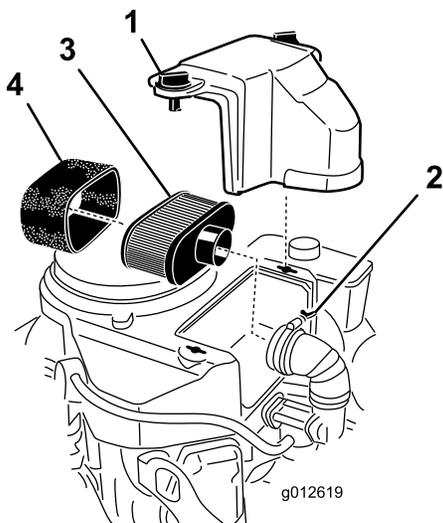

Bild 41
3. Reinigen Sie den Bereich um den Luftfilter herum, um zu verhindern, dass Schmutz in den Motor fällt und Schäden verursacht (Bild 41).
4. Schrauben Sie die Handräder los und entfernen Sie die Luftfilterabdeckung (Bild 41).
5. Schrauben Sie die Schlauchklemme los und entfernen Sie die Luftfilterabdeckung (Bild 41).
6. Ziehen Sie den Schaumeinsatz vorsichtig vom Papiereinsatz (Bild 41).
Hinweis: Wechseln Sie das Papierelement aus, wenn es sehr schmutzig ist (Bild 41).
1. Schieben Sie das Schaumelement vorsichtig auf das Papierluftfilterelement (Bild 41).
2. Schieben Sie den Luftfilter auf das Luftfilterunterteil oder den Schlauch und befestigen ihn (Bild 41).
3. Setzen Sie die Abdeckung des Luftfilters auf und ziehen Sie das Abdeckhandrad fest (Bild 41).